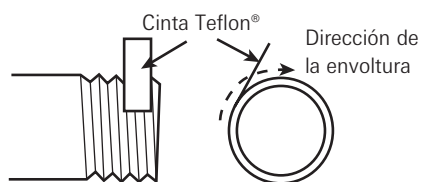

Figura 1
3. Apretar con la llave de tuercas los tubos de salida de las válvulas superior e inferior al receptáculo usando cinta Teflon® o equivalente, sobre todas las conexiones roscadas macho como se ilustra en la Figura 1. Si la válvula es embreadada o para soldar, usar los procedimientos industriales estándar.
LAS FUGAS ALREDEDOR DE CONEXIONES de unión pueden detenerse a menudo apretando la tuerca de acoplamiento de la unión o rehaciendo la conexión con cinta de Teflon® o equivalente en todas las roscas macho de los tubos, como se ilustra en la Figura 1.